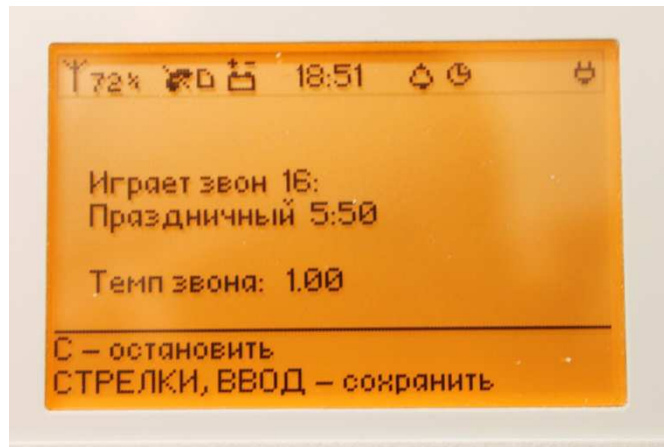

Рисунок 7.
3.1. Выберите звон, у которого хотите поменять темп и включите его, затем во время проигрывания этого звона кратковременно нажмите и отпустите клавишу «F». Проигрывание звона остановится, а вы попадете в меню изменения темпа звона (рис. 7).